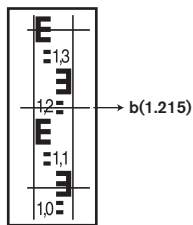

图4
3. 将水准尺以垂直的方式竖立于B点，将仪器聚焦并把十字丝调整到水准尺的中央，记录下十字丝的中线在水准尺所在位置的刻度值b。(图4)